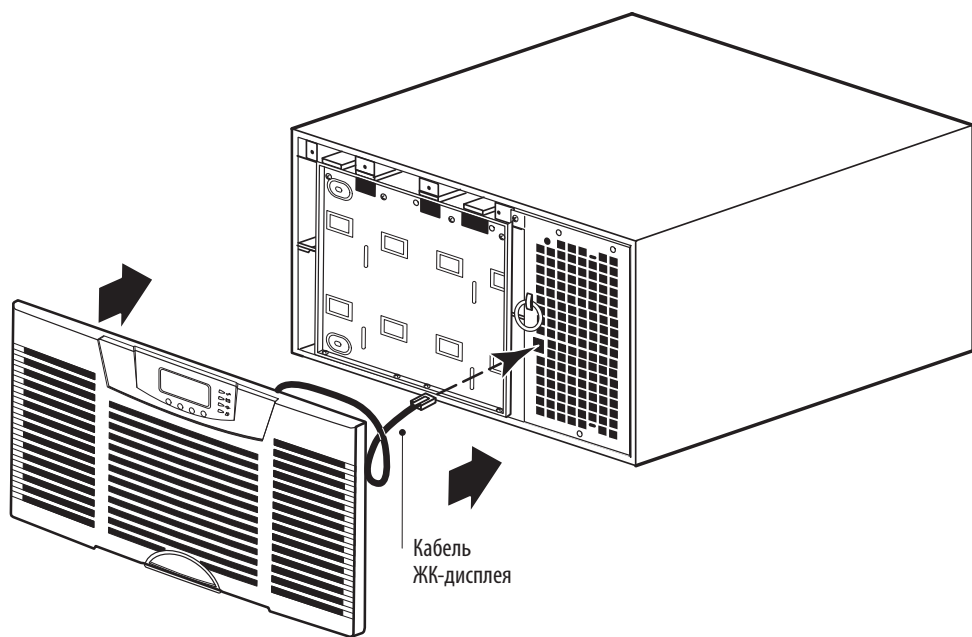

Рисунок 59. Установка передней крышки ИБП
7. Установите на место переднюю крышку ИБП (см. рисунок 59).